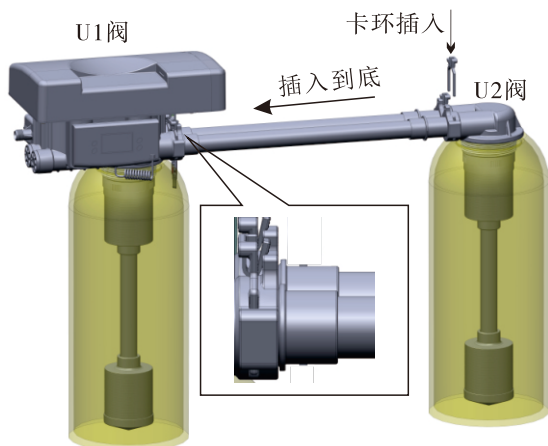

图2-2-4
4、如图2-2-4所示，将连接管向U1阀方向插到底，再插入U1阀和U2阀的卡环使连接管固定（如果步骤3预留间隙不是8.2mm，U2阀的卡环将会插不进去！）。